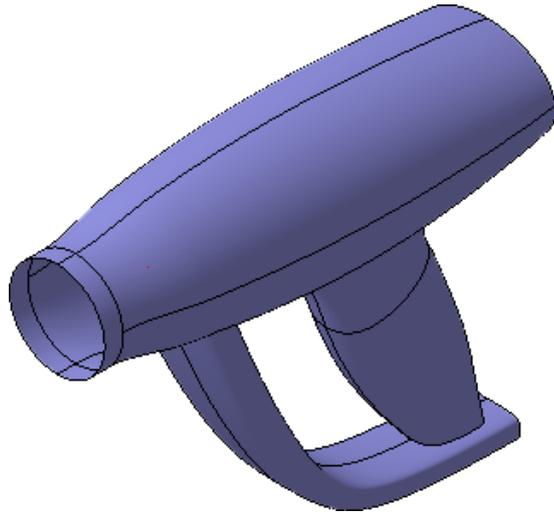

Рисунок 72
- Нажмите кнопку Создать объект . (рис.72).